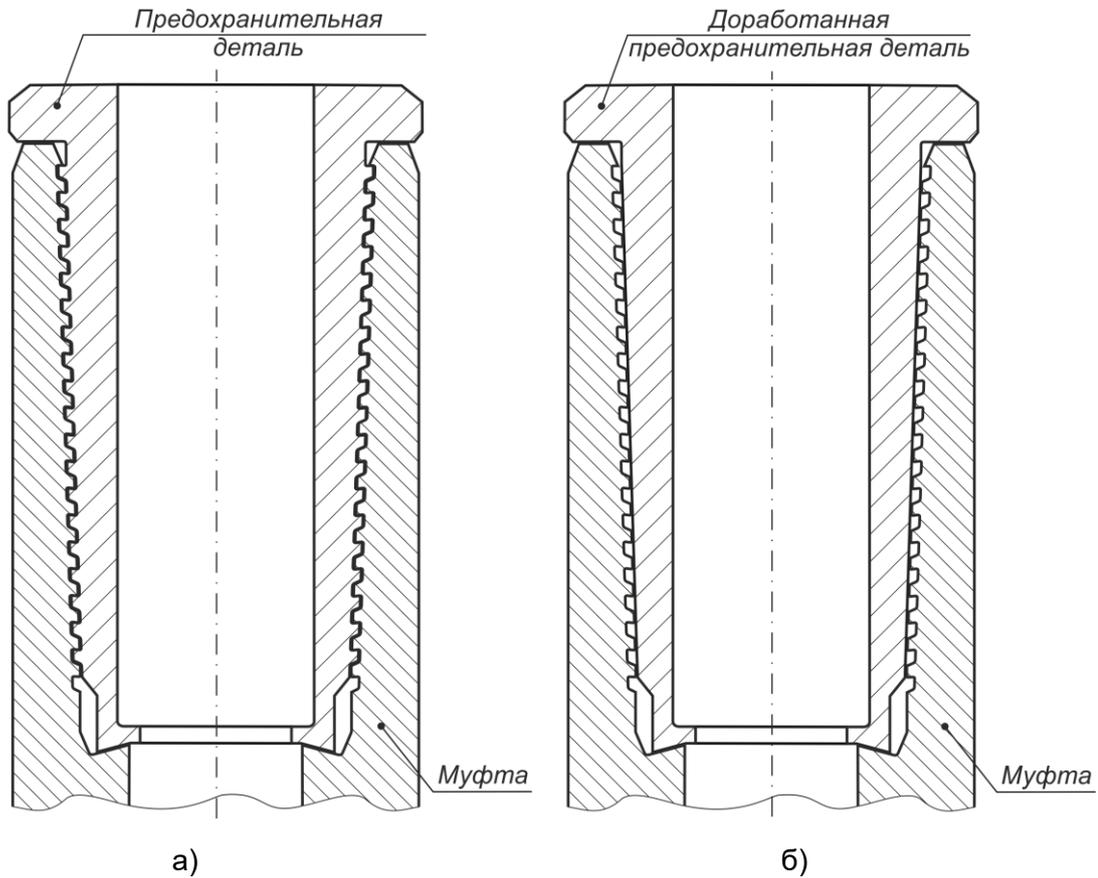

Рисунок 9
6.3.18 При проведении долива бурового раствора в колонну, для исключения попадания бурового раствора на резьбу и упорный элемент муфты необходимо применять предохранительную деталь рисунок 9а, допускается применять доработанную предохранительную деталь, (с удаленной резьбой) рисунок 9б.